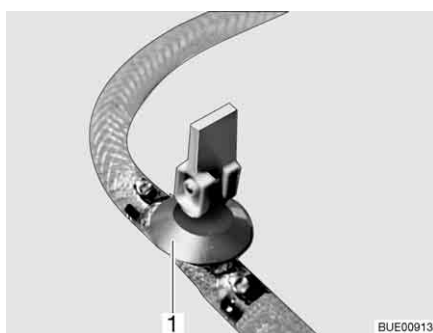
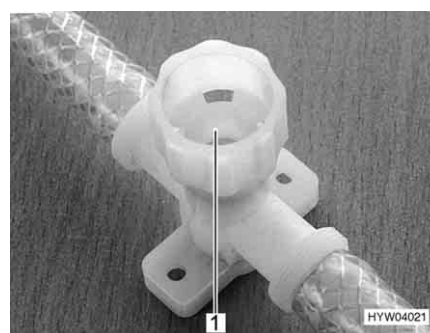

Bild 227 Avtappningskran (med vipparm)
Bild 228 Avtappningskran (med vred)
- Öppna alla avtappningskranar. Ställ för detta avtappningskranens vipparm (Bild 227,1) lodrätt eller vrid avtappningskranens kran (Bild 228,1) moturs.